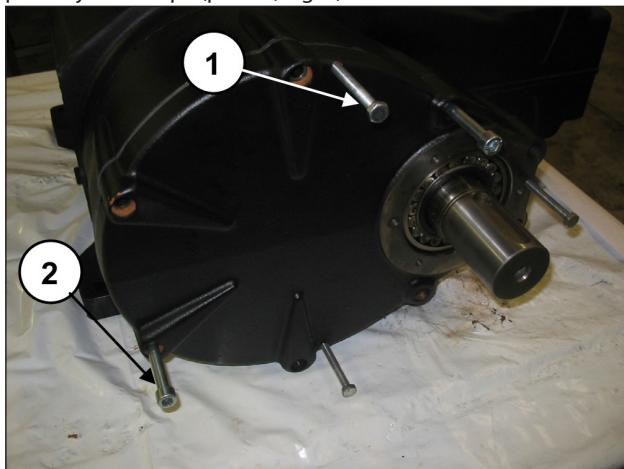

Fig. 7
Enroscar en los orificios específicos 3 tornillos prisioneros o tornillos roscados M8 (pos. ①, Fig. 7) para que actúen de extractores y 2 tornillos M10 lo suficientemente largos como para sujetar la tapa (pos. ②, Fig. 7).